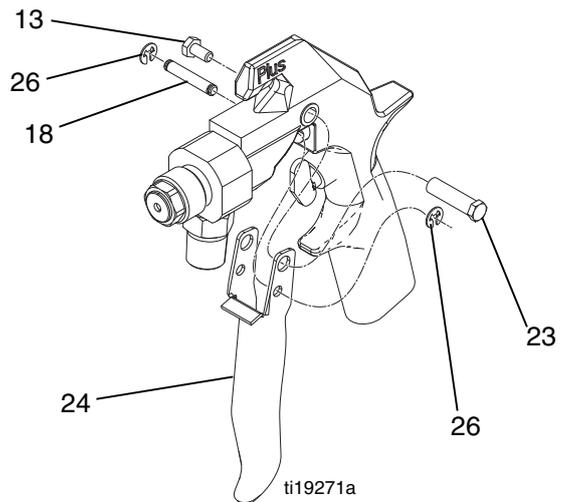

FIG. 7
4. Retire un clip en forma de E (26) y luego extraiga la aguja (18) de la pistola. Extraiga el tornillo (13), el pasador pivotante (23) y el dispositivo de disparo (24). Consulte la FIG. 7.